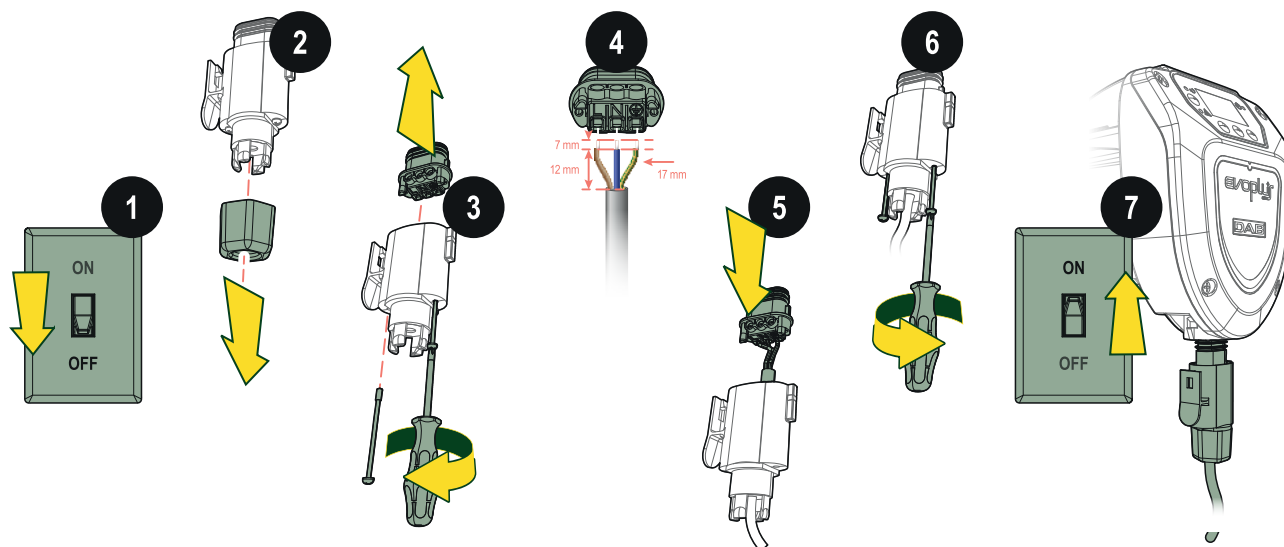

Figura 10
Para efetuar a ligação elétrica do circulador, proceder como mostrado na *Figura 10*.
- 4 preparar os fios como indicado em *Figura 10* e passar o cabo através do prensa-cabos. Ligar os fios ao bloco de terminais respeitando as correspondências entre fase (L), neutro (N) e terra (PE g/v); por fim, apertar os três parafusos nos fios. Inserir a régua de bornes cablada no prensa-cabo bloqueando-a com as cliques laterais. Apertar a porca de bloqueio;